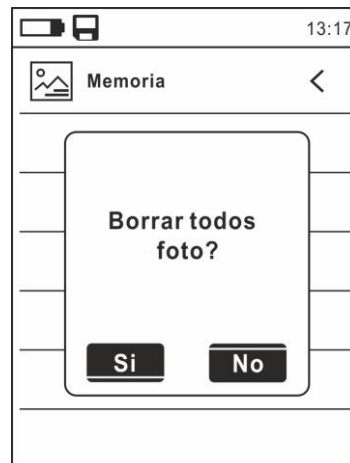

Fig. 18: Borrado de todas las imágenes guardadas
27. Pulse la tecla ≡ sobre la imagen rellamada. Las pantallas de Fig. 18 se muestran en el visualizador